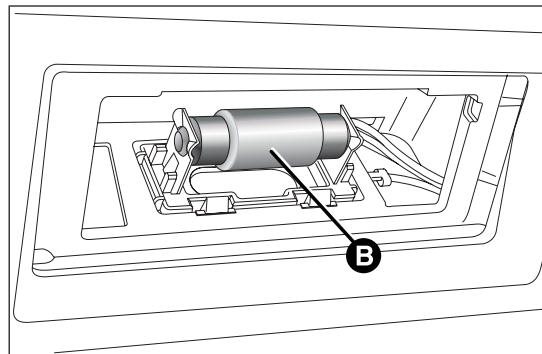

fig. 178
- remplacer l'ampoule B fig. 178, en la séparant des contacts latéraux ;